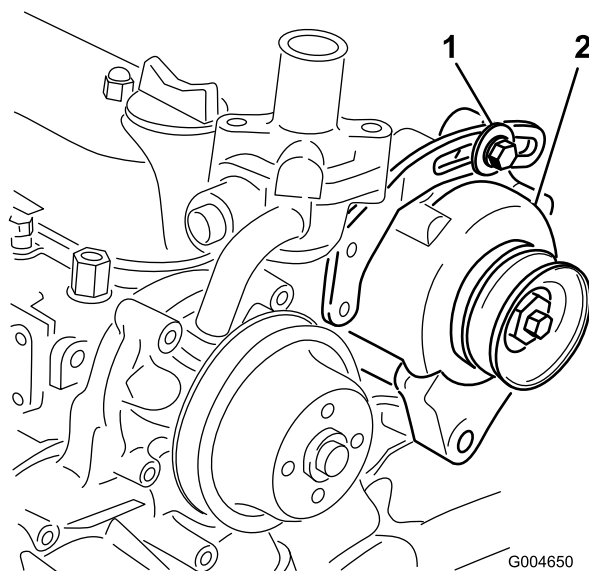

Figure 38
2. Si vous n'obtenez pas une flèche de 10 mm (3/8 po), desserrez les boulons de fixation de l'alternateur (Figure 38).